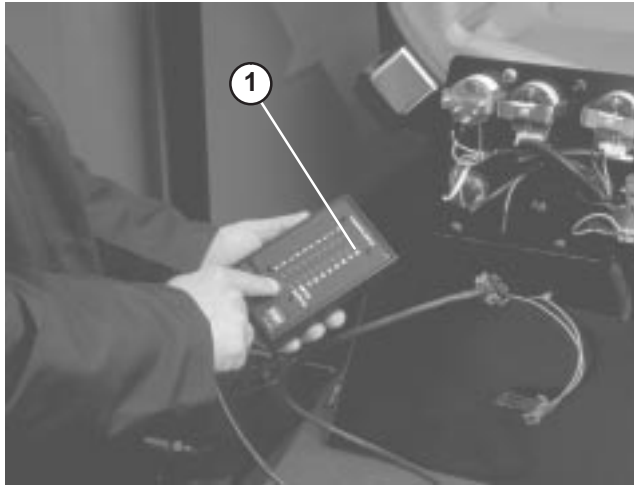

Figure 33
3. Branchez le connecteur de l'affichage de diagnostic ACE au connecteur du faisceau de câblage (Fig. 33). Vérifiez que l'autocollant correct est apposé sur l'affichage de diagnostic ACE.